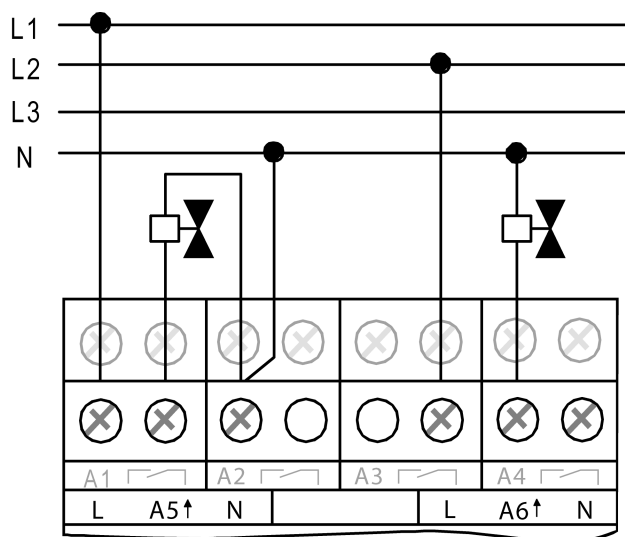

Bild 5: Elektrischer Anschluss für elektrothermische Stellantriebe
- Elektrothermische Stellantriebe gemäß dem Anschluss-Beispiel (Bild 5) anschließen
- i** Die Neutralleiterklemmen (Kennzeichnung "N") neben den elektronischen Schaltausgängen sind ausschließlich als Anschlusshilfe für die Neutralleiter der Stellantriebe gedacht. Die Klemmen sind im Raumaktor mit keinem Spannungspotenzial und mit keiner anderen Anschlussklemme verbunden (freie Stützklemmen) und können somit optional verwendet werden (Bild 5).